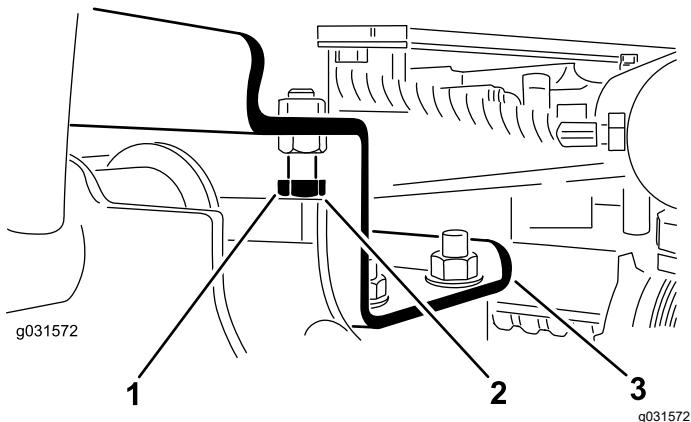

Figura 11
- A. Solte os parafusos de bloqueio (Figura 11).
- 2. Certifique-se de que a folga entre cada braço de elevação e pino de bloqueio é de 0,13 a 1,02 mm, conforme se mostra na Figura 11.